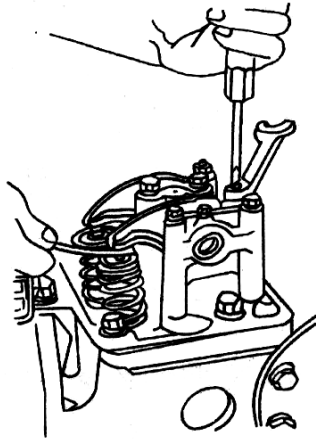

图 7-4 调整气门间隙
(3)、用符合气门间隙值的塞尺片，插入气门杆尾部与气门摇臂之间，边旋入调整螺钉，边抽动塞尺片，至拉动尺片感觉稍有阻力是为止，如图 7-4 所示。